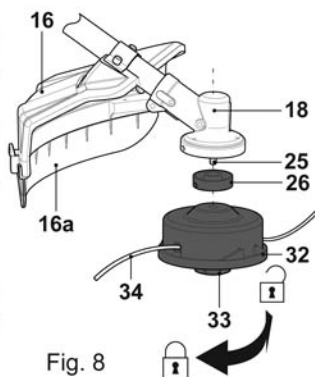

Fig. 8
- > Introduceți și înfiletați contrapiulița cu inserție de nylon ca în imagine (Fig. 8).